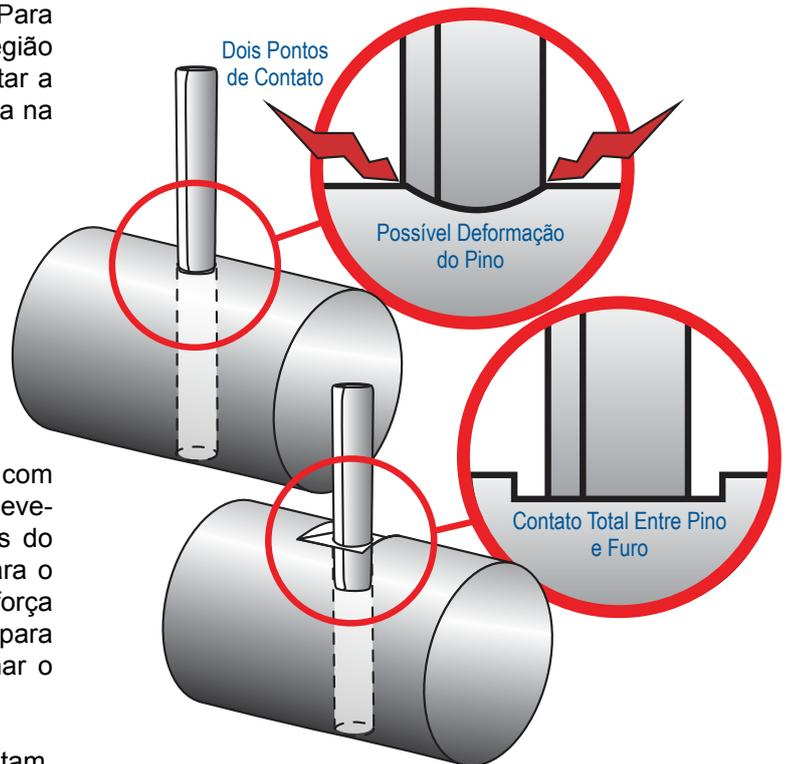

Figura 3
- Instalar um pino cilíndrico em um furo em um objeto cilíndrico leva a apenas dois pontos de contato iniciais entre o pino e o furo. Isso acaba concentrando as forças de compressão nesses dois pontos. Para aumentar a superfície de contato entre a região periférica do furo e o pino, e também para facilitar a instalação, uma superfície plana pode ser criada na extremidade do furo (*Figura 3*).